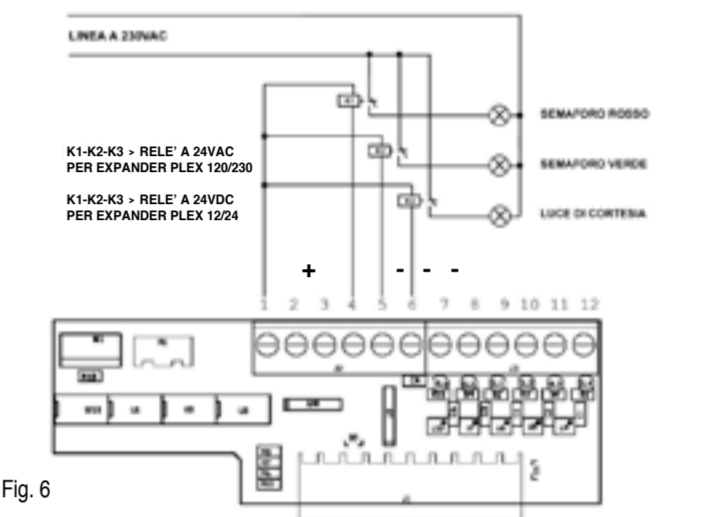

Fig. 6
LIUMIÈRE DE SERVICE (6) voir Fig. 6
GESTION DU FEU DE SIGNALISATION voir Fig. 6